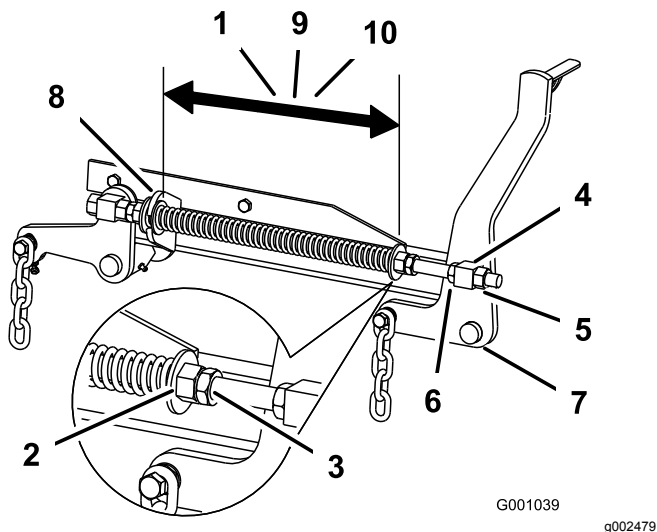

Figura 95
(10½") para carcassas de corte de 152 cm (60") o de 29.2 cm (11½") para carcassas de corte de 183 cm (72") (Figura 95).
- Ajuste esta distancia aflojando la contratuerca elástica y girando la tuerca que está delante de cada muelle (Figura 95).
- Fije la tuerca en la posición deseada apretando la contratuerca elástica (Figura 95).